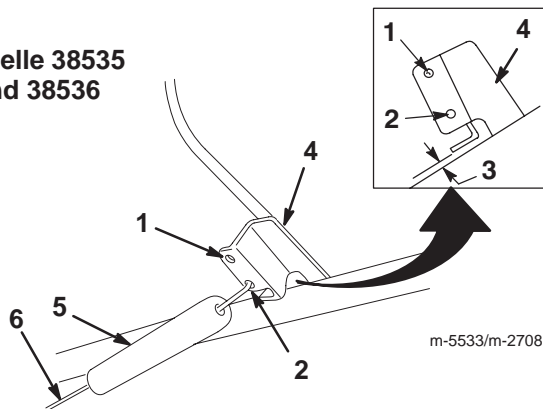
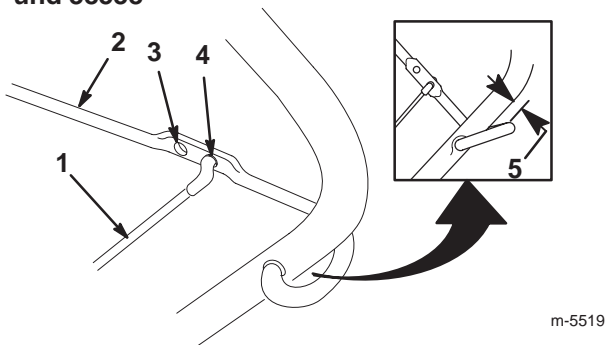
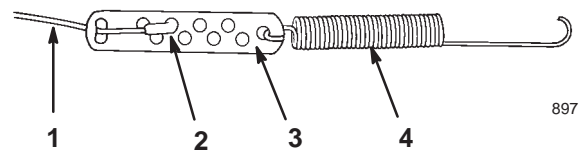

Bild 15
Bild 16
Bild 17
2. Bewegen Sie die Steuerstange in Richtung des Griffs, um das Kabel zu spannen (siehe Bild 15 (für Modelle 38535 und 38536) oder Bild 16 (für Modelle 38537 und 38538)).
1. Haken Sie das Federende aus der Steuerstange aus (Bild 15).
2. Schieben Sie die Federabdeckung von der Feder und der Kabeleinstellung (Bild 17).
3. Nehmen Sie das Z-Teil von der Kabeleinstellung (Bild 17) und bringen Sie das Z-Teil in einer höheren oder niedrigeren Öffnung an der Einstellung an, um den richtigen Abstand von 2 bis 3 mm zwischen der Steuerstange und dem Griff zu erreichen (Bild 15).
1. Haken Sie das obere Kabelende aus der Öffnung an der Steuerstange aus (Bild 16).
3. Nehmen Sie das Z-Teil von der Kabeleinstellung (Bild 17) und bringen Sie es in einer höheren oder niedrigeren Öffnung an der Einstellung an, um ein Abstand von 2 bis 3 mm zwischen der Steuerstange und dem Griff zu erreichen (Bild 8).
(ständig quietscht), erhöhen Sie die Spannung des Riemens, indem Sie das Federende in die obere Öffnung an der Steuerstange bringen (siehe Bild 15 oder Bild 16).